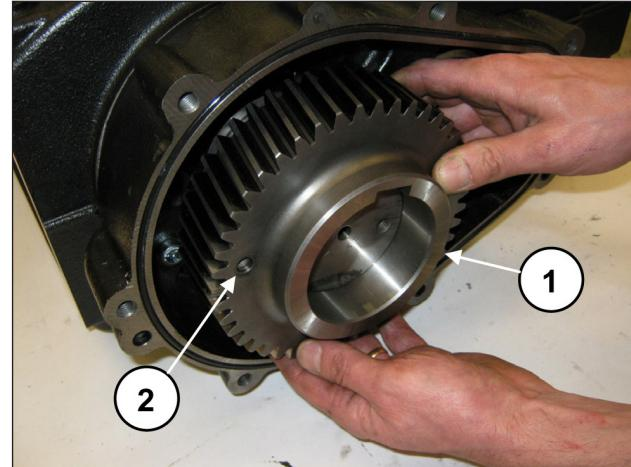

Рис. 14
Снимите зубчатое колесо (поз. ①, Рис. 14). При необходимости воспользуйтесь съемником с ударной массой, установив его в 2 отверстия M8 (поз. ②, Рис. 14).